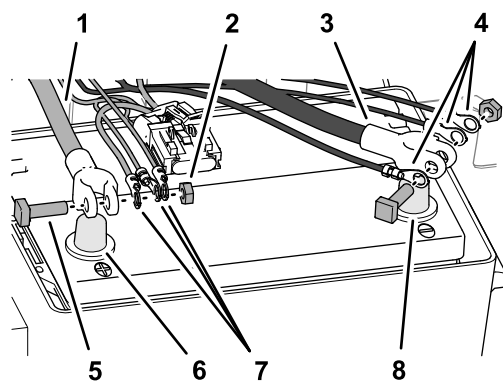

Figura 156
4. Retire los pernos en T y las tuercas hexagonales de los terminales de los cables positivo y negativo de la batería (Figura 156).